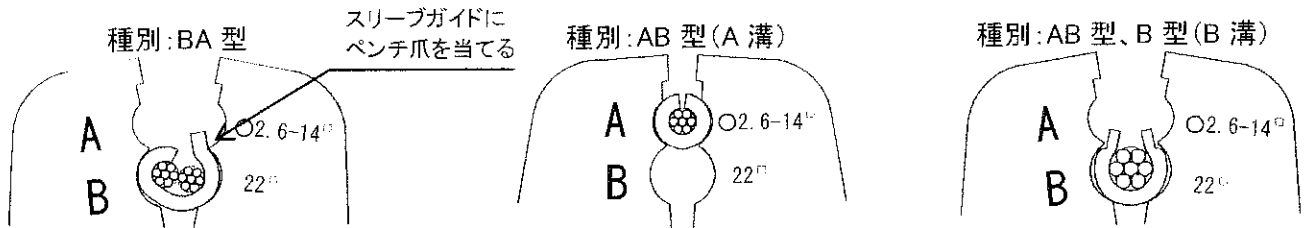

図3 引込スリーブの圧縮方法
- ④圧縮スリーブ面とダイス面が平行になるように留意して、圧縮毎に完全に押し切ってください。(図3)
- ⑤適合ダイスおよび圧縮回数に注意して、スリーブ表面に刻印した圧縮位置マークどおり圧縮してください。